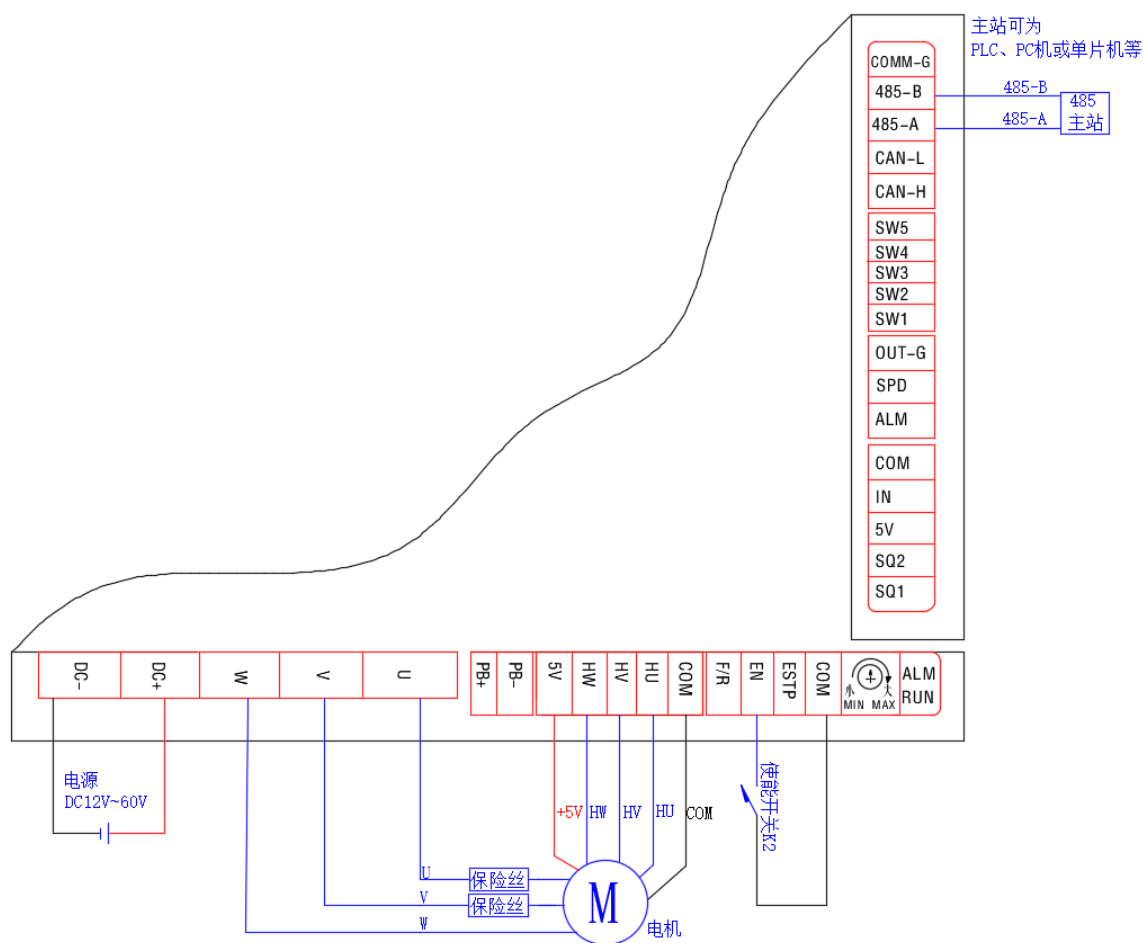

图 5.2 电机相序学习接线图
详见图 5.2。
- 3) 使能开关（EN）接线，如图 5.2。
- 4) 相序学习可以采用拨码方式或是通讯测试方式进行，若要使用通讯测试方式进行相序学习，则需要接上 USB-485 转换器。接线，如图 5.2。